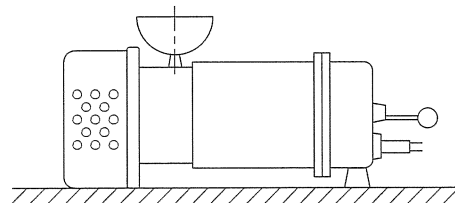

図6
- (1) ご使用の前に必ず絶縁抵抗の測定をしてください。絶縁抵抗値は1MΩ以上あれば運転に支障ありませんが1MΩ以上あっても、急に低下し始めているものは異常と考えられますので修理が必要です。
- (2) 運転中の電流値、電流計のふれを点検してください。ふれの大きい場合は異物をかみ込んでいる恐れがあります。付着した異物を取り除いてください。
- (3) 吐出し量が急激に減少している場合には、吸込口（ストレーナ部）に異物がつまっている恐れがあります。付着した異物を取り除いてください。
- (4) ポンプ性能が徐々に低下した場合は、ケーシングや羽根車の摩耗が考えられます。各部を点検し摩耗している部品は早期に交換してください。
- (5) 使用後に、メカニカルシールの潤滑油を点検・交換しますと、メカニカルシールの寿命が長くなります。この際、潤滑油に水が浸入し、白濁している場合は、メカニカルシールの不良ですので交換が必要です。潤滑油交換時には図6のように注油プラグを上にし、ポンプを水平に置いて表1に示す潤滑油を必ず規定量注油してください。この時ポンプをゆすったりして、規定量以上注油しますと、メカニカルシール室の内圧上昇により、シール寿命が著しく低下します。注油後はシールワッシャを介し注油栓を十分に締付けてください。
メカニカルシール室の潤滑油交換は6カ月毎に行ってください。この潤滑油に水が混入し白濁している場合は、メカニカルシールを交換してください。潤滑油の交換時には図6のように注油栓を真上にし、ポンプを水平に置いてタービン油（#32）を表1に示されている指定量注し注油栓ガスケットを介し注油栓を十分に締付けてください。